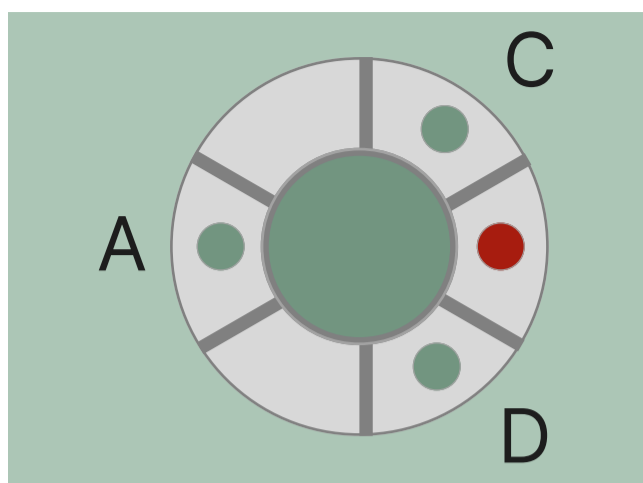

Fig. 6 - Adaptateur fileté du capteur
- Insérez les vis fournies dans les 3 trous pré-percés situés à 120 degrés dans l'adaptateur fileté (Voir Fig. 6)